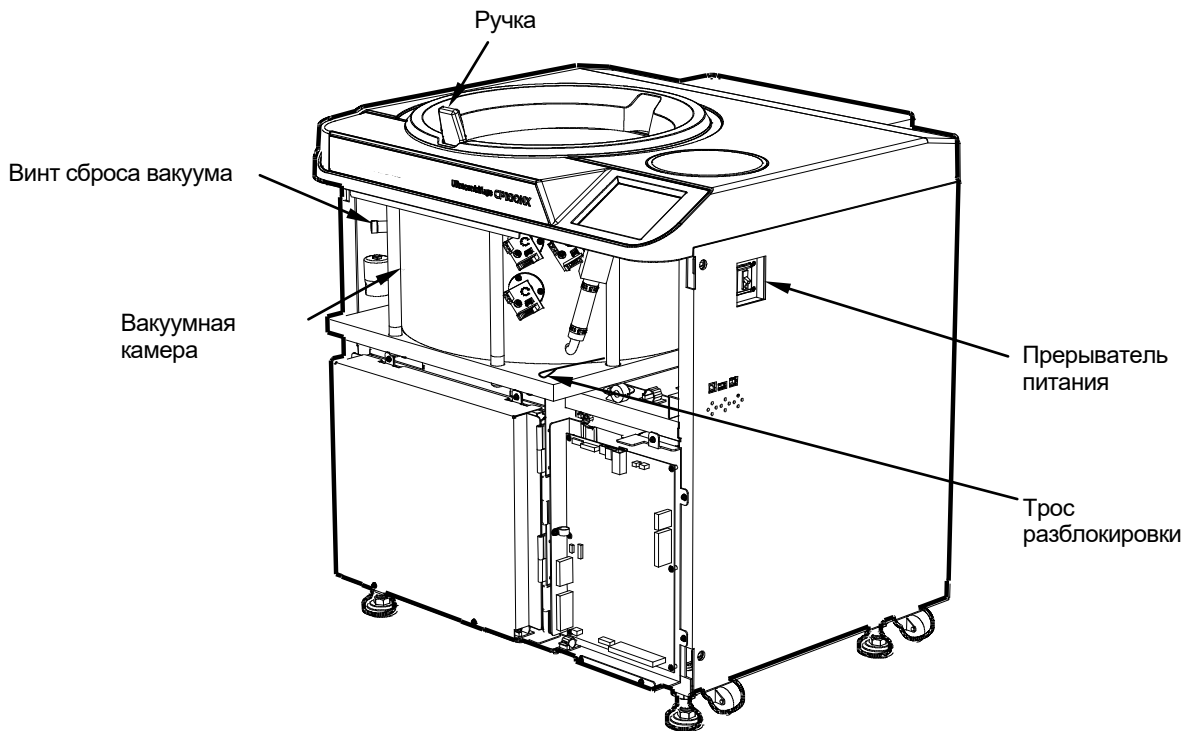

Рис. 3-5-2. Ультрацентрифуга со снятой передней крышкой
- (4) Откройте вентиляционное отверстие (повернув против часовой стрелки винт сброса вакуума с левой стороны вакуумной камеры), чтобы дать воздуху войти в камеру ротора. Когда давление в камере ротора достигнет атмосферного давления, не забудьте затянуть винт сброса вакуума в исходное положение. (См. Рис. 3-5-2.)
- (5) Потяните трос разблокировки дверцы с правой стороны вакуумной камеры и одновременно, нажмите ручку дверцы. После этого дверца откроется. При открывании дверцы убедитесь, что ротор не вращается. Если он еще вращается, немедленно закройте дверцу.